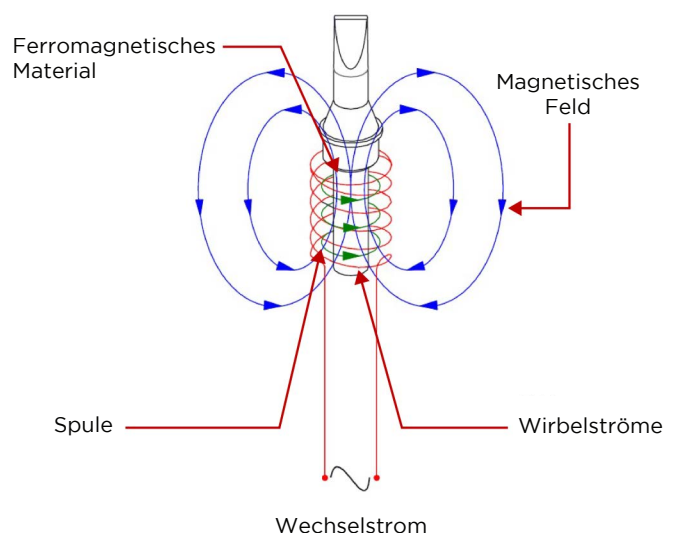

Abbildung 3: Entstehung des Wirbelstroms
Wirbelstromverluste treten auf, wenn ein wechselndes Magnetfeld an ein ferromagnetisches Material angelegt wird. Da das ferromagnetische Material auch elektrisch leitfähig ist, induziert das angelegte Magnetfeld einen elektrischen Strom im Material. Diese zirkulierenden Ströme fließen in Strudeln oder Wirbeln auf der Oberfläche des Materials, daher der Name Wirbelströme (Abbildung 3). Diese Wirbelströme wiederum erzeugen einen Verlust, genannt Wirbelstromverlust - gleich (I^2R) , wobei (I) der Wert des Stroms ist und (R) der Widerstand des Materials. Die durch Wirbelstromverluste erzeugte Wärme, ist proportional zum Widerstand des ferromagnetischen Materials und dem Strom der dem System zugeführt wird.